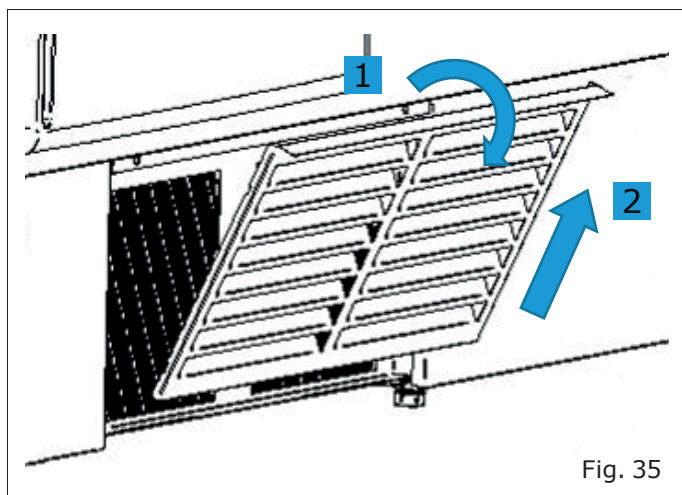

Fig. 35
- Retire la rejilla del condensador quitando las perillas que la aseguran y siga las instrucciones (Fig. 35).